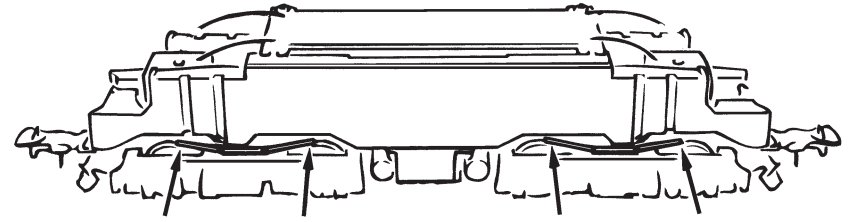
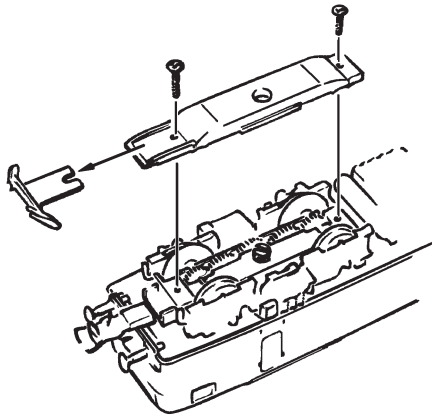

Fig. 6
Fig. 7
3. Haftreifenwechsel: Zuerst den Getriebedeckel abnehmen (Fig. 6). Danach den **Radsatz** herausnehmen und die **Haftreifen** mit einer Nadel od. mit einem feinen Schraubendreher abziehen (Fig. 7). Beim Aufziehen der neuen Haftreifen darauf achten, dass diese sich nicht verdrehen.
3. Change of traction tyre: Remove the gear cover (fig. 6). Take out **wheel set** and remove **traction tyre** using a pin or a fine screwdriver (fig. 7). When pressing on the new traction tyre please **avoid twisting it**.
1. Nettoyage des lames de courant aux roues: Les lames de contacts risquent de s'encrasser rapidement sur des voies poussiéreuses. Veuillez **enlever la poussière** aux endroits marqués à la fig. 6 à l'aide d'un petit pinceau souple.
3. Échange des bandages d'adhérence: Démontez d'abord **le couvercle du carter des engrenages** des engrenages (fig. 6). Délogez ensuite les essieux bandagés et enlevez, à l'aide d'une aiguille ou d'un tournevis fin, les bandages d'adhérence (fig. 7). Lors du montage des nouveaux bandages veuillez veiller à ce que les bandages **ne soient pas tordu**.